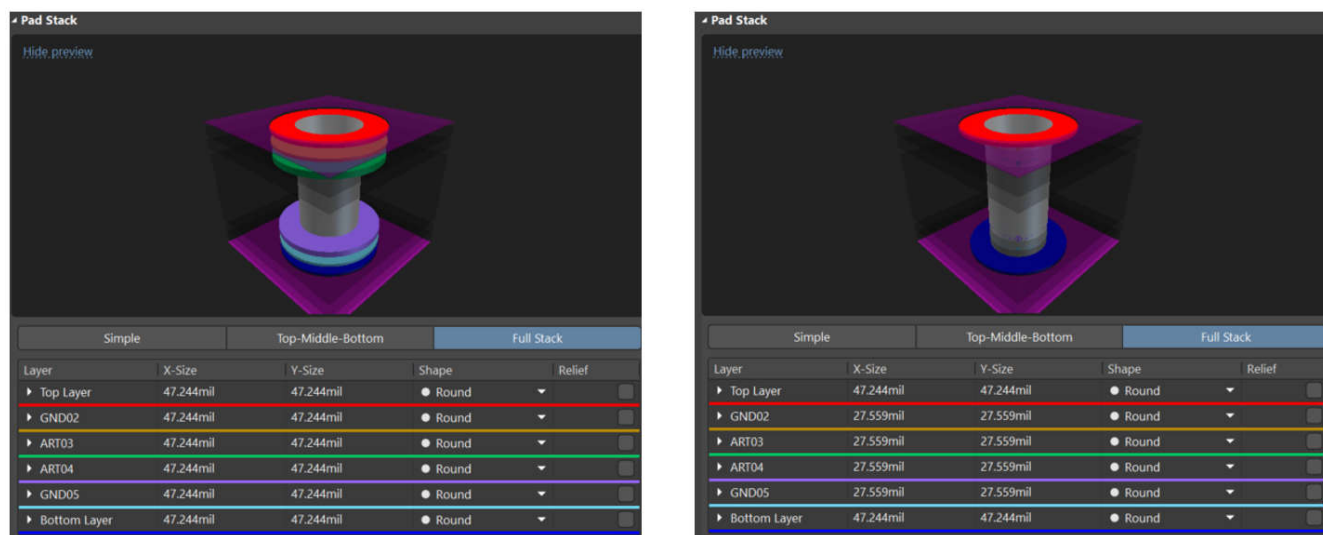

図 3-10. パッド スタック構造。パッド スタックありとなしの比較
- 図 3-10: 中間層に NFP を含む場合と含まない場合のパッド スタック構造